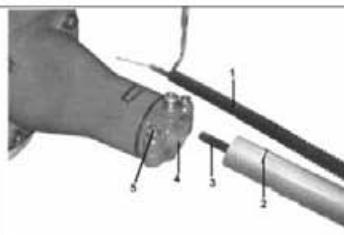

Fig.E2
4. Insérer la rallonge (arbre d'entraînement) dans le tube d'embrayage (cote moteur) et tournez-le à la main afin de vérifier que l'arbre d'entraînement est bien engagé dans les engrenages. (Fig.E2)
- Fig.E2